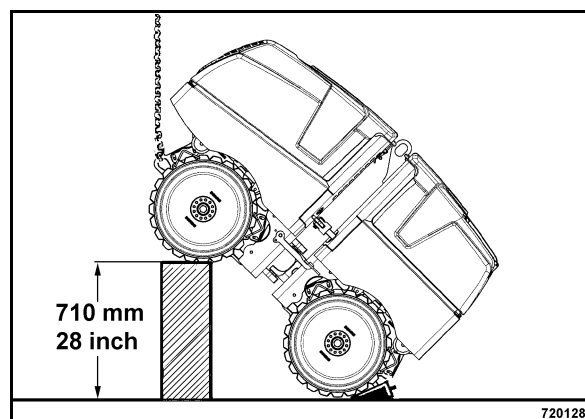

Рис. 107
- Снова приподнять впереди и надежно подпереть машину (Рис. 107).